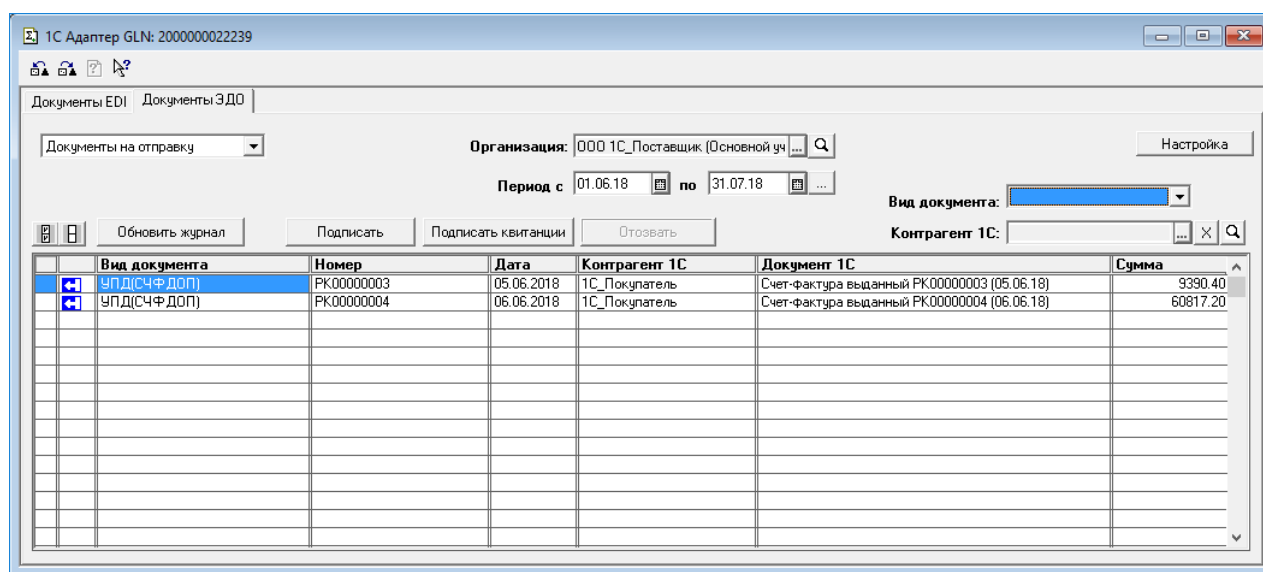

Рисунок 136 – Закладка «ЭДО документы» раздел «Документы на отправку»
- «Отправленные документы» - отображаются все обработанные в адаптере документы (рис. 136).